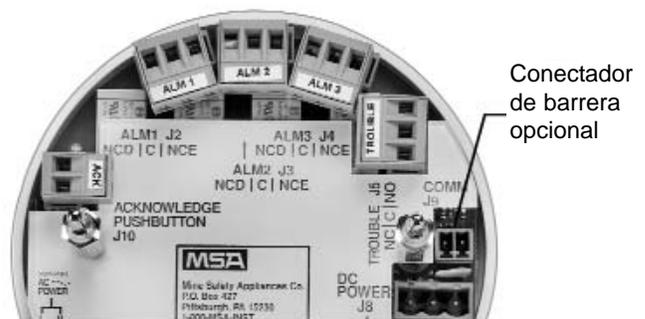

Figura 3
7. Conecte el botón pulsador de reconocimiento (J10) y/o los relés opcionales (FIGURA 3).
8. Conecte la barrera HART opcional a J9 (FIGURA 3).